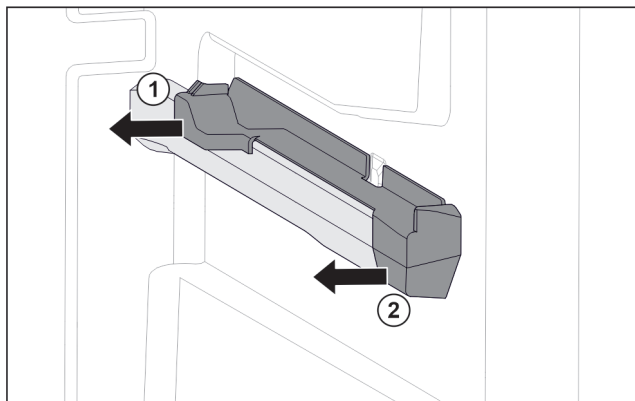

Fig. 53 Nasazovací díl na pravém žebrování na nádoby
- ▶ Stáhněte nasazovací díl vzadu na stranu. Fig. 53 (1)
- ▶ Stáhněte nasazovací díl vpředu na stranu. Fig. 53 (2)